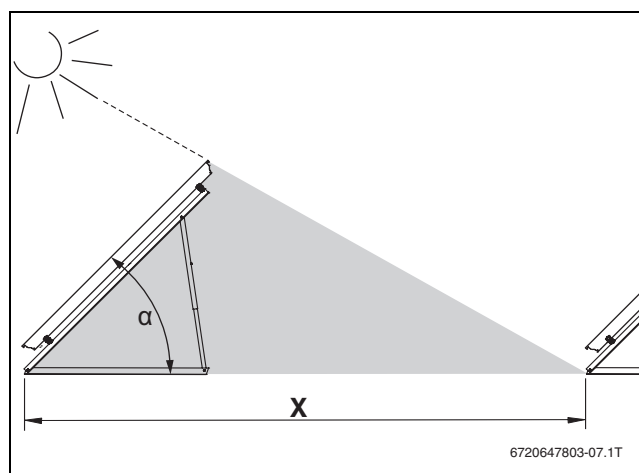

Fig. 19 Distanza e ombreggiamento, montaggio su tetto piano
- In caso di campi a più file scegliere la grandezza della distanza X in modo che non si presentino ombreggiamenti (→ fig. 19 e 20).